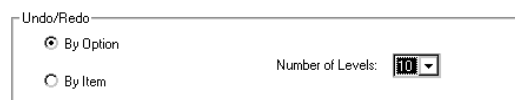

Рис. 8. Настройка глубины буфера памяти команд Undo/Redo.
2. В поле Undo/Redo (рис. 8) включим опцию By Options, установим число Number of Level равным 10, и нажатием кнопки ОК закроем диалоговое окно.